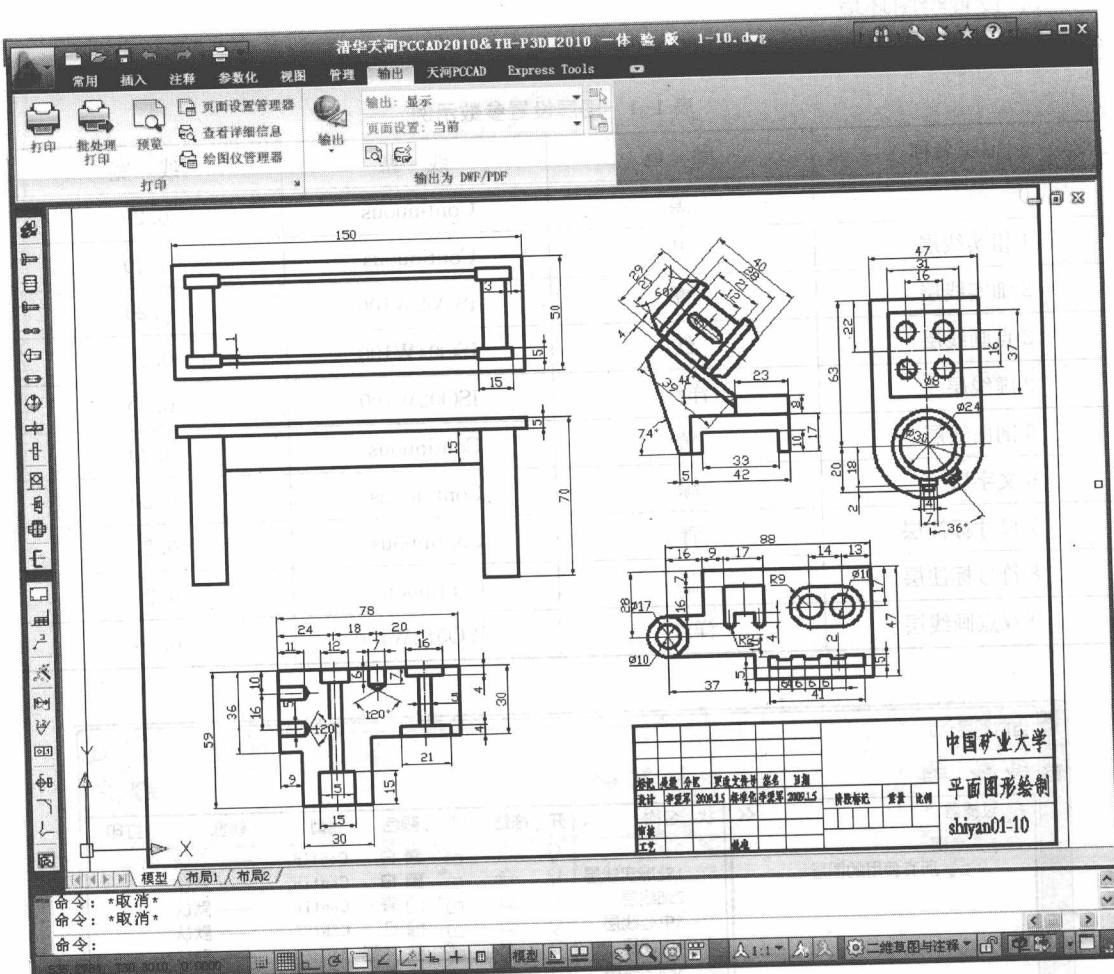

图 1-1 完成实验一的一个绘图示例
4. 按适当比例将所画图形均匀布置在 A3 图纸幅面内，打印输出，参照图 1-1；